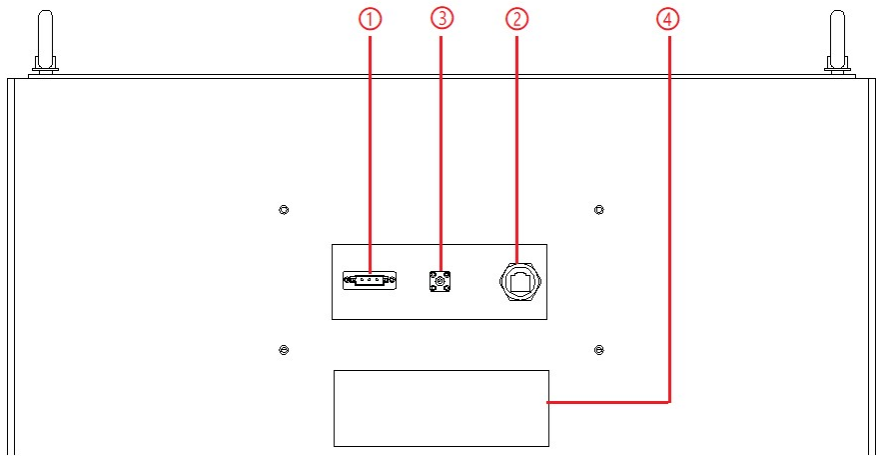

图 1-8 设备后面板
位于后面板的 LAN 接口用于客户远程控制设备（图 1-8②）。